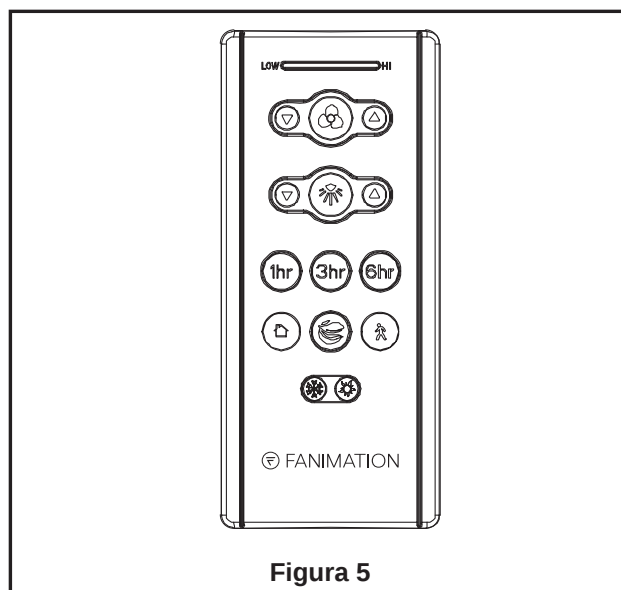

Figura 5
4. Una vez haya hecho las conexiones, coloque los cables hacia arriba y empújelos cuidadosamente hacia dentro de la caja de la toma de corriente, poniendo los cables blancos y verdes a un lado de la caja y los negros hacia el otro lado. Los cables deben ser colocados de forma extendida poniendo el conductor de la toma de tierra y el conductor de toma de tierra del equipo a un lado de la caja, colocando el conductor sin toma de tierra en el otro lado de la caja. (Figura 5)
5. Funciones del control remoto: (Figura 5)